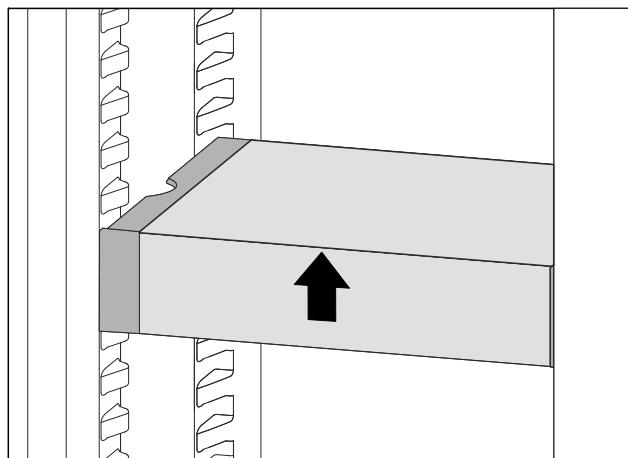

*Fig. 108*
- Установите выдвижной ящик VarioSafe за стопоры на требуемый выступ *Fig. 108 (1)* или *Fig. 108 (2)*.